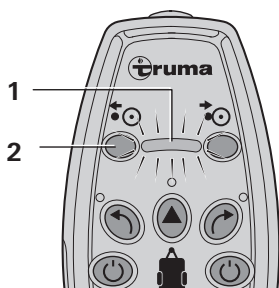

Figure 7
– Appuyer pendant 5 sec sur la touche (figure 7 - 2) de la télécommande et la relâcher ensuite. Le rouleau d'entraînement se replie. Lorsque le rouleau d'entraînement s'est complètement rabattu vers l'arrière, il avance à nouveau de quelques millimètres pour délester le mécanisme. Il convient d'attendre la fin de ce processus, qui est signalé par un clignotement de l'indicateur (figure 7 - 1).